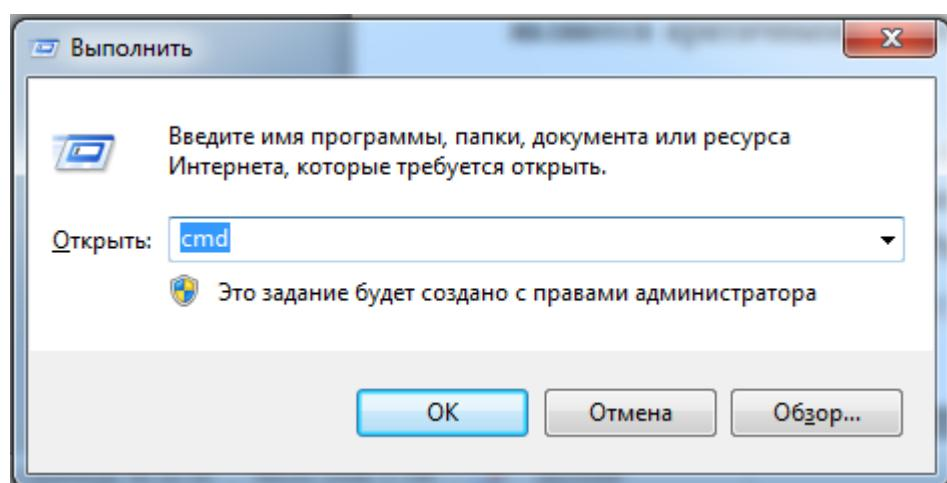

Рисунок 35. Окно «Выполнить»
- нажать «Win+r» и в появившемся окне «Выполнить» в поле «Открыть», см. Рисунок 35, ввести «cmd»: